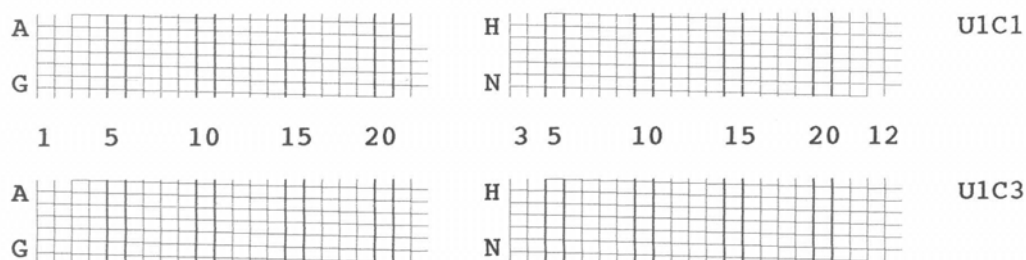

Abbildung 37: Muster A
- Muster A zeigt den Zustand der Patronen mit Hilfe eines Gitters an (siehe Abbildung 37).